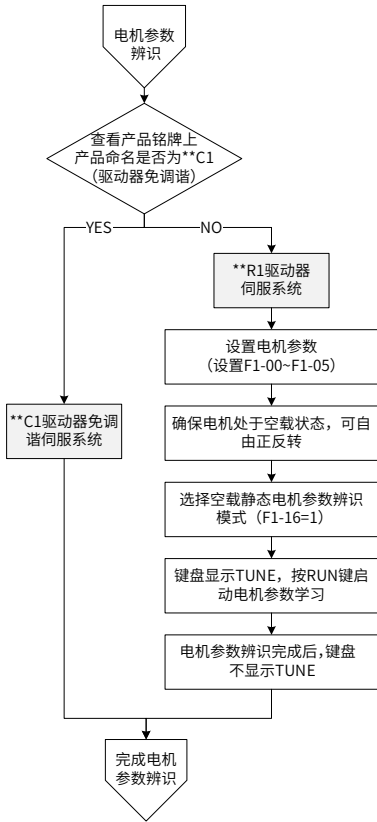
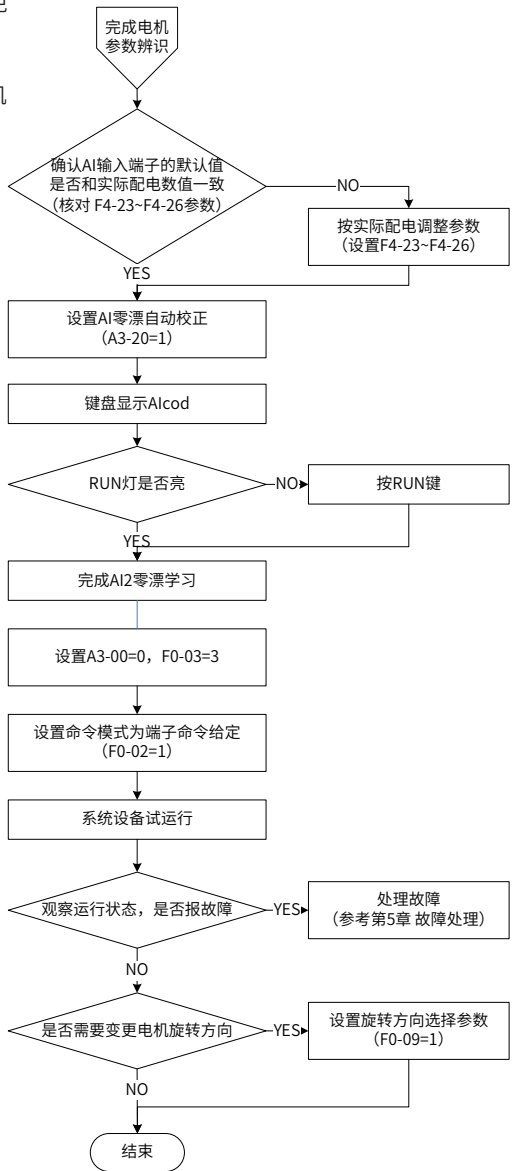

图 4-2 电机参数辨识
图 4-3 试运行
- ◆ 驱动器和电机 UVW 线如果重新连接，需要先进行第 43 页上的“图 4-2 电机参数辨识”和第 43 页上的“图 4-3 试运行”的操作，避免出现电机堵转或飞车的情况。